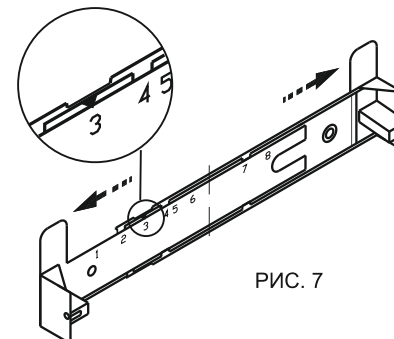

РИС. 7
### 6.6 Крепление кронштейна к стене (рис. 7, 8).
- прежде чем прикрепить кронштейн к стене, необходимо выставить кронштейн на нужный размер (равный ширине верхней фальштрубы) рис.7, для этого увеличьте размер кронштейна (если это необходимо), раздвинув его, и установите фиксатор напротив цифры соответствующей Вашему зонту (см. графа N, табл.3 )